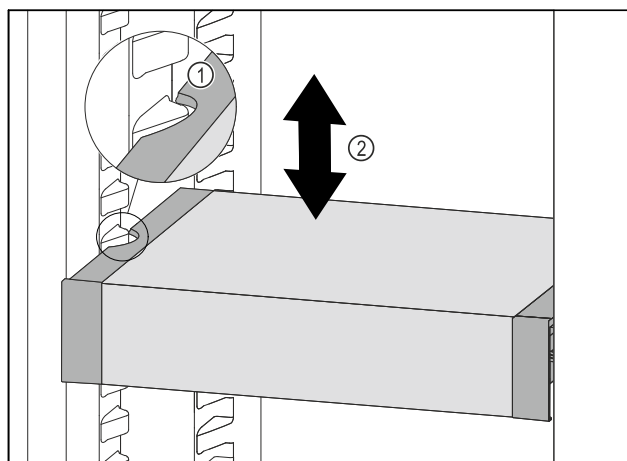

Fig. 204
- Tirare VarioSafe in avanti fino a quando le cavità laterali di VarioSafe non si trovano al livello della nervatura del contenitore nel vano frigorifero. Fig. 204 (1)
- Spostare VarioSafe verso l'alto o verso il basso nel vano frigorifero fino a raggiungere l'altezza desiderata. Fig. 204 (2)